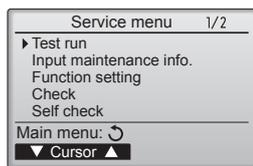

Fig. 7-4
- Wählen Sie „Test run“ (Testlauf) mit einer der Tasten und , und drücken Sie die -Taste. (Fig. 7-4)